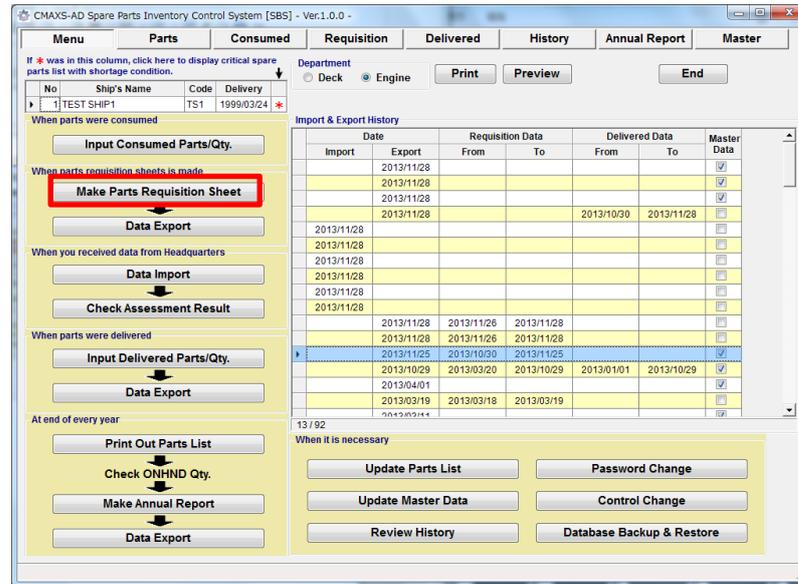

図 6.1 Menu 画面
1. “Menu Screen”(図.6-1)で[Make Parts Requisition Sheet]を選択します。